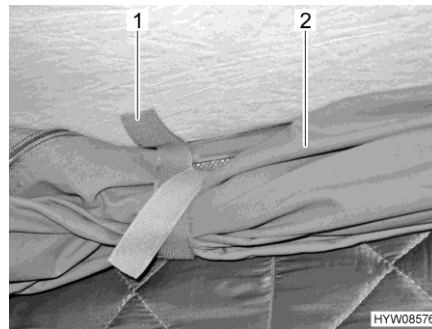

Fig. 55 Pattes de retenue
- Ouvrir les pattes de retenue (Fig. 55,1) sur la toile de tente enroulée (Fig. 55,2).
- Enrouler la toile de tente (Fig. 55,2) et la fixer avec les pattes de retenue (Fig. 55,1).